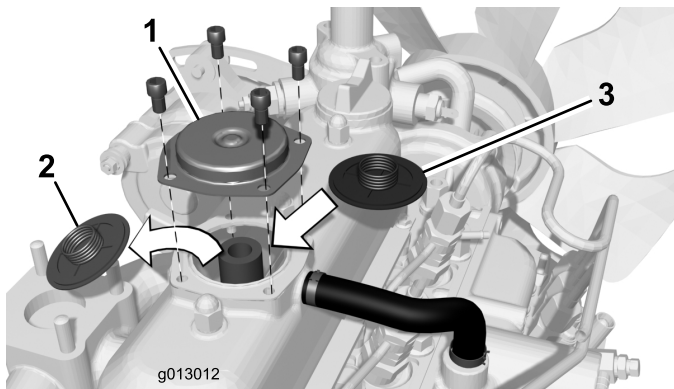

図 1
3. バルブ・カバーについているブリーザ・カバーとその付近にごみや異物が付着していないようにきれいにふき取る（図 1）。
4. ブリーザ・カバーをバルブ・カバーに固定しているネジ（4本）を取る（図 1）。ブリーザ・カバーを取り外す。
重要 エンジンに異物が入るのを防止するため、既存のブリーザ・バルブは十分にきれいにしてからバルブ・カバーからの取り外しを行ってください（図 1）。
5. バルブ・カバーの開口部から古いブリーザ・バルブを取り外す（図 1）。